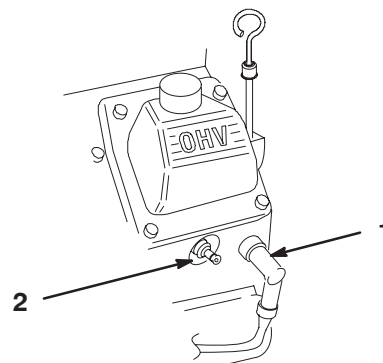

Figure 42
3. Débranchez les fils des bougies (Fig. 42). Nettoyez la surface autour des bougies pour éviter que des impuretés n'endommagent le moteur en tombant à l'intérieur.
3. Connectez les fils aux bougies (Fig. 42).